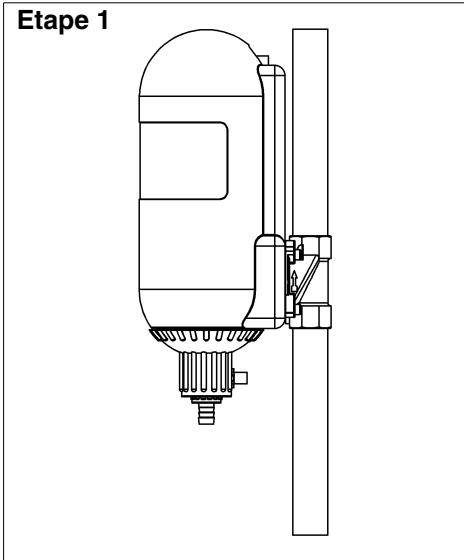

Fig. 6: Position service
L'eau de rétrolavage exige un écoulement d'eau suffisamment dimensionné (par exemple évacuation au sol) selon la norme DIN 1986. En l'absence d'un tel raccordement, vous pouvez utiliser un seau de taille appropriée (cf. fig. 6).
- Si le seau est à moitié rempli, il convient d'arrêter le cycle de rétrolavage, sinon, le seau risque de déborder. C'est pourquoi le seau doit être suffisamment grand (cf. fig. 6).